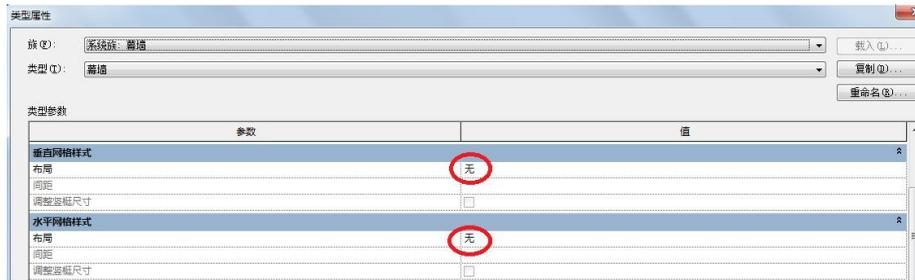

图 3-31 幕墙网格设置
• 选中一面幕墙，点击幕墙“属性”选项板中的“编辑类型”，在弹出的“类型属性”对话框中，可以在下拉菜单选择一种方式进行添加网格(图 3-31)。